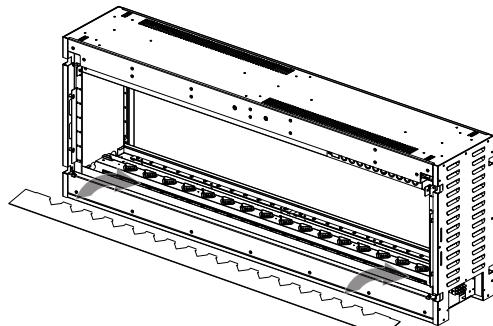

Fig. 4-8
- D. Installez le plateau à média. Assurez-vous de NE RÉINSTALLEZ PAS les vis parce-qu'elles peuvent faire plier le plateau à média lorsqu'il est chauffé (**Fig. 4-8**).